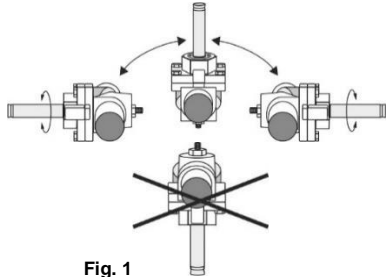

Fig. 1
- Le valvole possono essere montate in verticale e in orizzontale (Fig. 1). Non installare capovolte, potrebbero esserci dei malfunzionamenti.